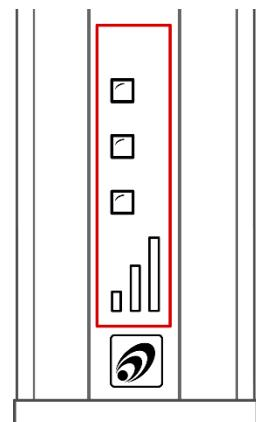

Рис. 13. Индикатор сигнала GSM.
2. Индикатор уровня сигнала сотовой сети **GSM** (только в терминалах с внешним источником питания) (Рис. 13).